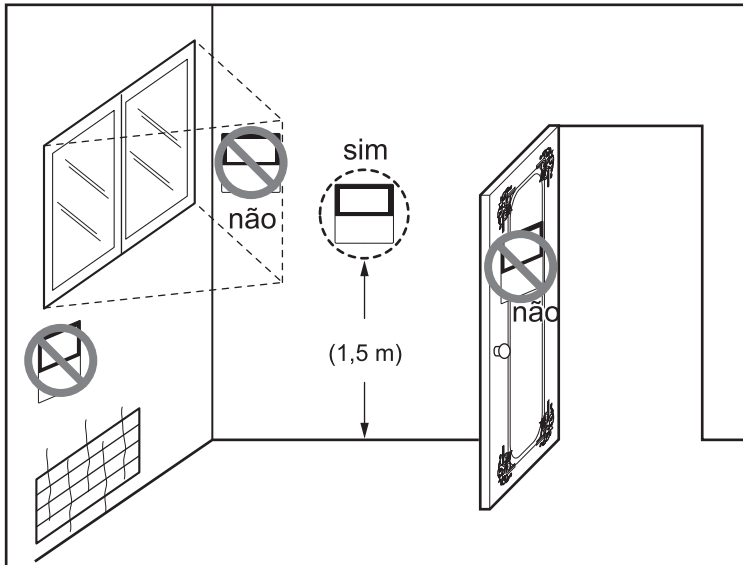

Fig.1 Locais típicos para controle remoto
- Este controle remoto está equipado com uma tela LED de sete segmentos. Para a exibição adequada dos LEDs do controle remoto, o controle remoto deve ser instalado corretamente, conforme mostrado na Fig.1. (A altura padrão é 1,2 ~ 1,5 m do nível do chão.)